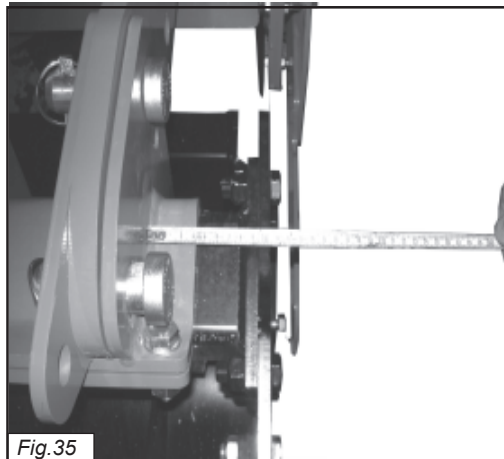

Fig.35
2) Misurare su entrambi i lati che la distanza tra le fiancate e le staffe di attacco del rullo siano uguali. (fig.35)
2) Mesurer sur les deux cotés que la distance entre les cotés et les étriers d'attelage rouleau soit la même (Fig.35)
2) Messen Sie auf beide Seiten dass der Abstand zwischen Waende und Walzebuegeln gleich ist (Bild 35)